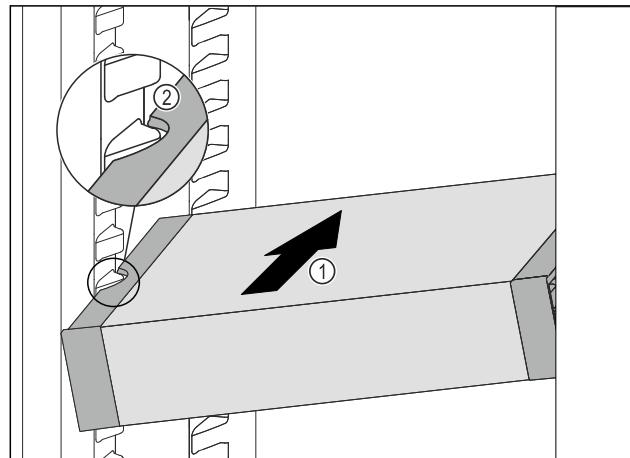

Fig. 56
- Вставити висувний ящик VarioSafe під кутом в охолоджувальне відділення Fig. 56 (1), доки бокові поглиблення Fig. 56 (2) VarioSafe не будуть розташовуватися на рівні ребра для ємності в охолоджувальному відділенні.